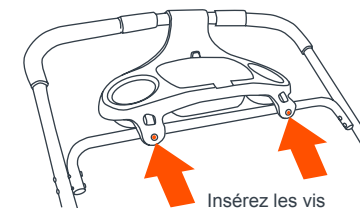

Fig. 7b
- Attacher la partie inférieure du plateau au tube inférieur avec les vis fournies (Fig. 7b).